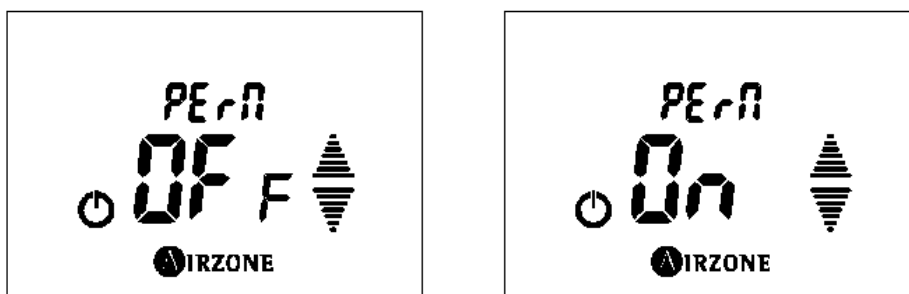

Fig. 82
- **Abertura do canal de associação wireless PErN:** Esta opção permite abrir o canal de associação wireless do sistema para a ligação dos elementos wireless Airzone. Por defeito o canal está fechado OFF. Para abrir o canal de associação toque em , o valor do menu ficará a piscar, indicando que está dentro do menu. Selecione com as setas   a opção  se deseja abrir o canal de associação e toque em  para confirmar. Se deseja sair do menu, toque  para voltar ao menu anterior. (Fig. 82)